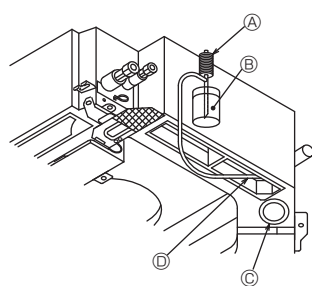

Fig. 7-8
7.4. Comprobación del drenaje (Fig. 7-8)